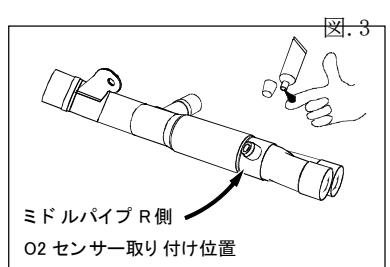

図.4
- ② 図.4を参考にミドルパイプL、Rへ02センサーを取り付け、フロントパイプ差込部、ミドルパイプ差込部の内側にME30(構成部品表 18 番)を適量塗布します。